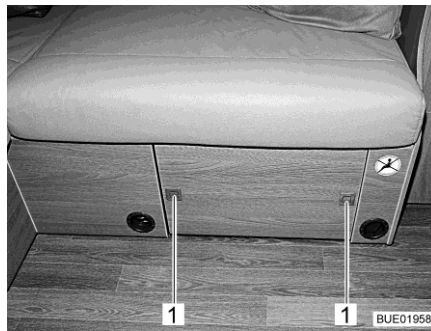

Fig. 135 Table de salon, rangée
- Appuyer sur les boutons-poussoirs (Fig. 135,1) sur le cache du coffre du siège. Les boutons-poussoirs font un bond vers l'extérieur.
- Enfoncer les boutons-poussoirs (Fig. 135,1) jusqu'à ce qu'ils s'enclenchent.